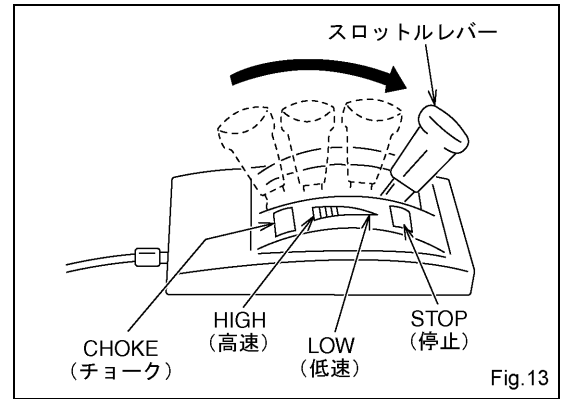

Fig.13
- (1) エンジンの停止は高速回転中をさげ、スロットルレバーをLOW（低速）の位置にした状態で約1分間まわして下さい。(Fig.13)
- (2) スロットルレバーを“STOP”（停止）の位置にします。(Fig.13)
- (1) 緊急事態が発生した時は、作業機のスロットルレバーを“STOP”（停止）の位置にしてエンジンを停止して下さい。(Fig.13)